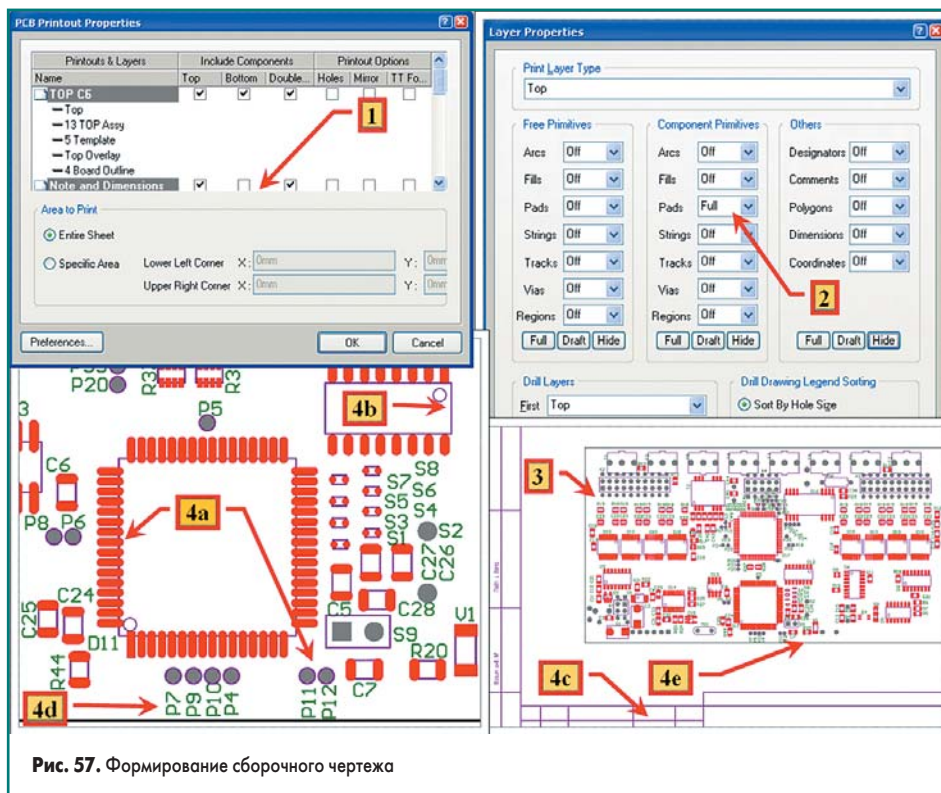

Рис. 57. Формирование сборочного чертежа
Следующий пример задания — подготовка сборочного чертежа (рис. 57):
- a) для слоя **TOP Layer** выключаем (опция **Off**) отображение для всех элементов, кроме **Pad**, для него вид отображения **Full** (мы включим в чертеж все **Pad** компонентов). На рис. 57 показана настройка только для этого слоя;